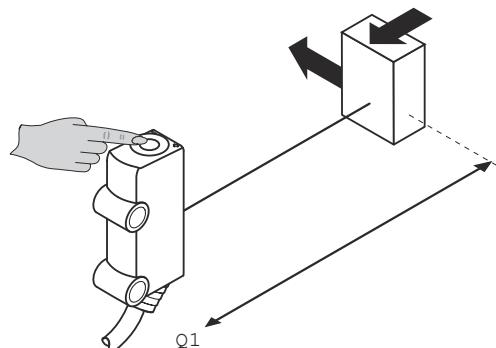

Рисунок 6: Настройка расстояния срабатывания
- Поместить объект на желаемом расстоянии в траекторию луча устройства (соблюдать мин. и макс. расстояние срабатывания, см. рисунок 6, страница 148).